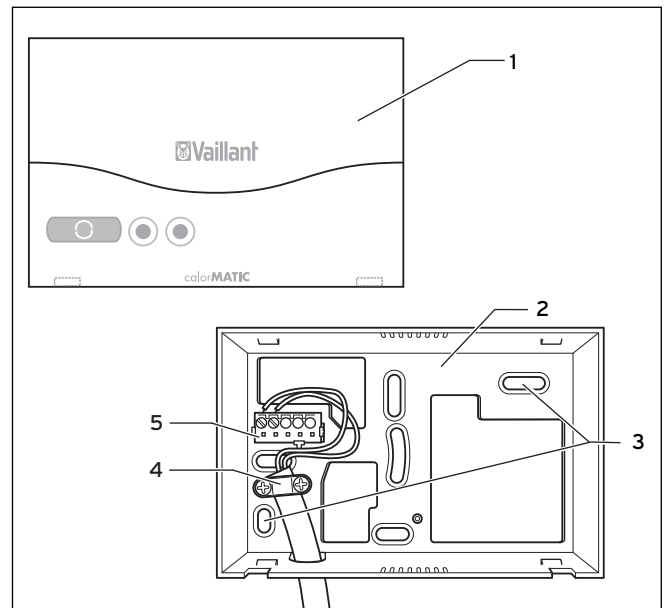

Fig. 4.1 Montage du récepteur radio
- ⇒ Raccorder le câble eBUS au bornier (1) du socle mural pour le récepteur radio.
- ⇒ Monter la décharge de traction (4, fig. 4.1).
- ⇒ Raccorder le câble eBUS au bornier de l'appareil de chauffage (2).